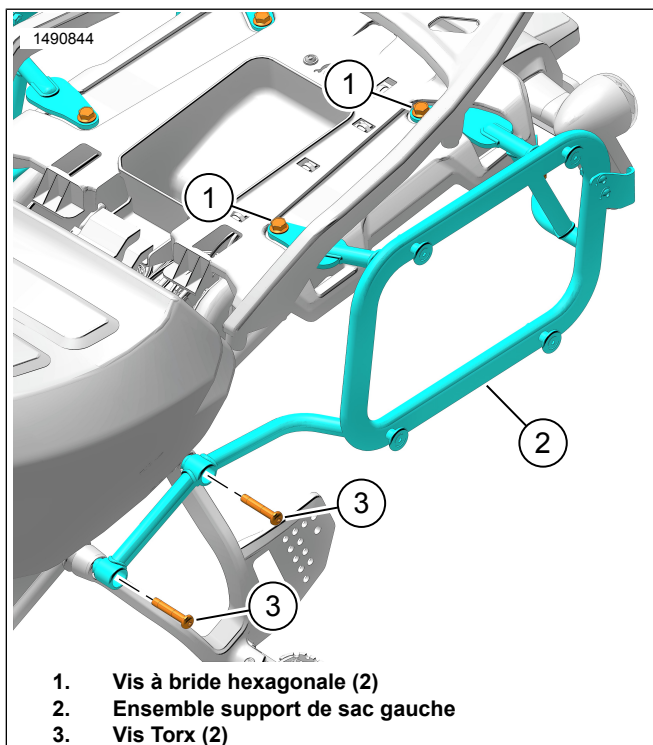
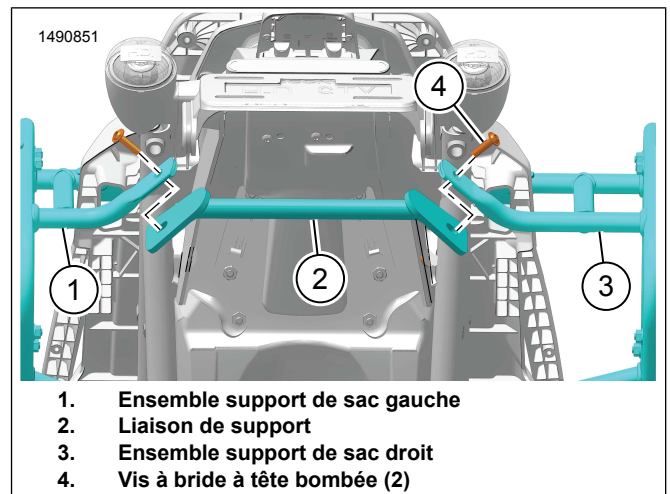

Figure 3. Ensemble support de sacoche
Figure 4. Liaison de support
1. Voir la figure 3. Positionner le repose-pied passager et installer l'ensemble support de sacoche gauche (2).
4. Voir la figure 4. Installer la liaison de support (2).
5. Poser les vis (4). Ne pas serrer complètement.
7. Voir la figure 3. Serrer les vis.
- a. Vis à bride hexagonale (1) :
8. Voir la figure 4. Serrer la vis à bride à tête bombée (4).